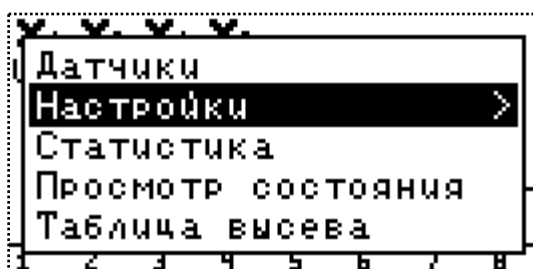

Рисунок 24
4. Кнопками «Вверх» и «Вниз» выбрать пункт меню «Настройки» (см. «Рисунок 24») и нажать «Меню».